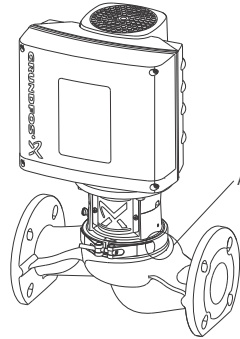

Abb. 8 Spannstück (A)
- Gehen Sie beim Lösen des Spannstücks mit besonderer Sorgfalt vor, damit der Pumpenkopf nicht herunterfällt. Siehe Abb. 8.
- Achten Sie beim Lösen des Spannstücks auch besonders auf eventuell austretende Gase. Siehe Abb. 8.
1. Lösen Sie das Spannstück, mit dem der Pumpenkopf am Pumpengehäuse befestigt ist. Siehe Abb. 8.